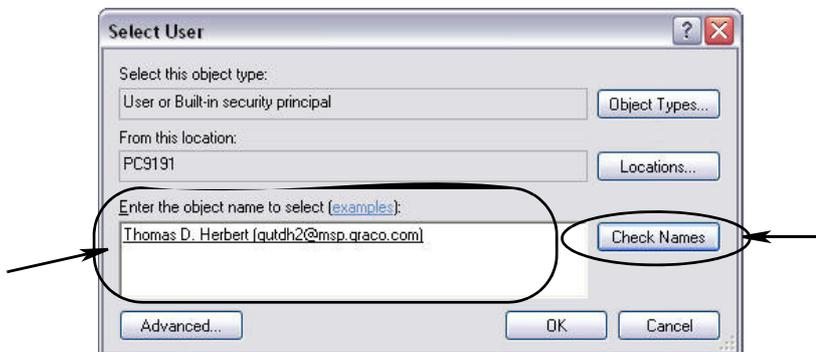

ABB. 40
- h. Das Dialogfenster aus ABB. 40 wird angezeigt. Geben Sie in das Feld „Geben Sie den Objektnamen zum Auswählen an“ Ihren Benutzernamen ein. Klicken Sie dann auf die Schaltfläche „Namen überprüfen“.